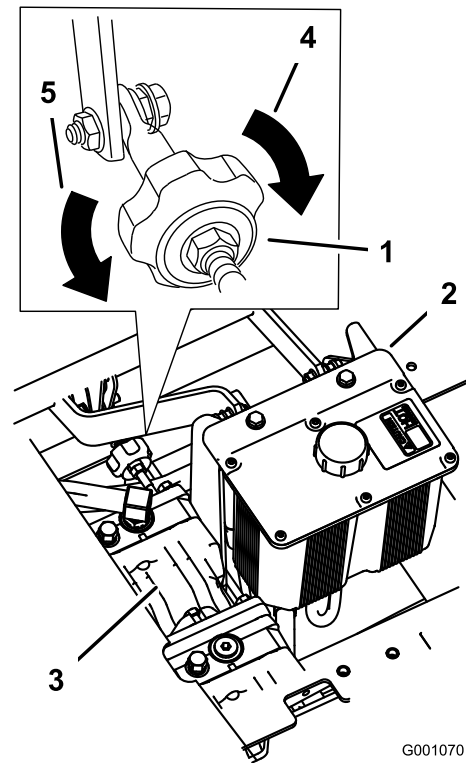

Figure 49
4. Pour que la machine tire à droite, tournez le bouton vers la droite de la machine Voir la Figure 49.
5. Pour que la machine tire à gauche, tournez le bouton vers la gauche de la machine Voir la Figure 49.